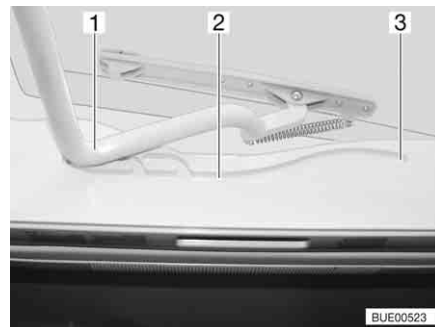

Bild 88 Heki-taklucka, spår
- Dra in bygel (Bild 88,1) i spår (Bild 88,2) till den bakersta positionen (Bild 88,3).
- Tryck bygel (Bild 88,1) lätt uppåt med båda händerna.
- Drag bygeln till önskad position i spåret (Bild 88,2).